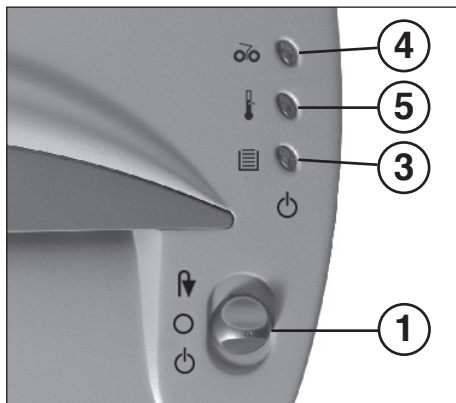

Рис. 1
- 1 = **функциональный переключатель** (рис. 1) (автоматический режим / выкл. / обратный ход)
- 3 = **Контрольная лампочка** (рис. 1)
- 4 = **Контрольная лампочка** (рис. 1) "Пробка из измельчаемого материала"
- 5 = **Контрольная индикация** (рис. 1) "Перегрузка двигателя"
- Перегедите функциональный переключатель (1) (рис. 1) г положение . Загорается контрольная лампочка (3) (рис. 1) (зелёный).
Следите за тем, чтобы прибор в ночное время был выключен с помощью функциональный переключатель (1), (рис. 1). Перебегите функциональный переключатель в положение "О".
- Загорается контрольная индикаторная лампочка (4) (рис. 1).
- Сначала перебегите функциональный переключатель (1) (рис. 1) в положение "I" (загруженный материал выходит назад) и затем сразу в положение "О".
- Контрольная индикация (4) (рис. 1) погаснет.
- Вышедшую назад бумагу оторвите немного выше загрузочного отверстия и затем перебегите функциональный переключатель (1) (рис. 1) в положение "О".
- Перебегите функциональный переключатель (1) (рис. 1) в положение "О".
если происходит перегрузка двигателя, то он отключается. Загорается контрольная индикаторная лампочка (5) (рис. 1). Выключите прибор с помощью функциональный переключатель (1) (рис. 1) (положение "О"). По истечении времени охлаждения 25-30 минут (в зависимости от температуры в помещении) Вы можете снова включить прибора.